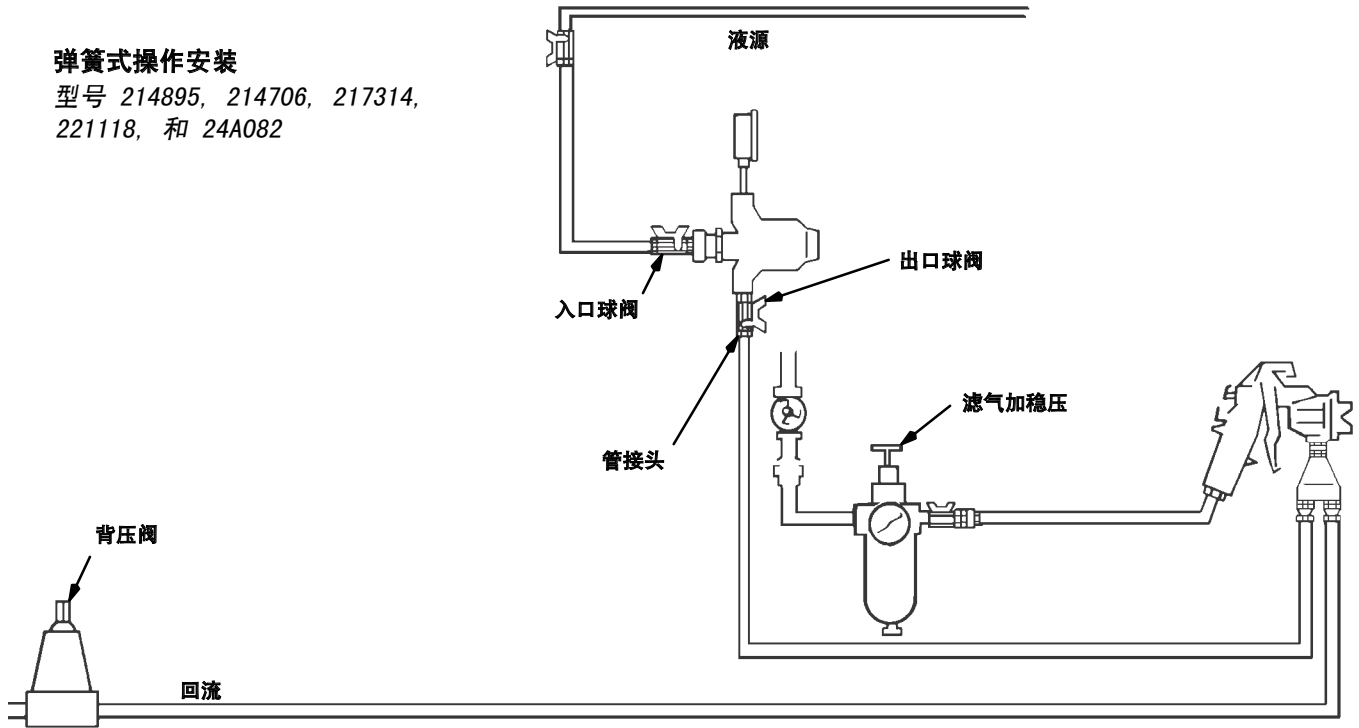
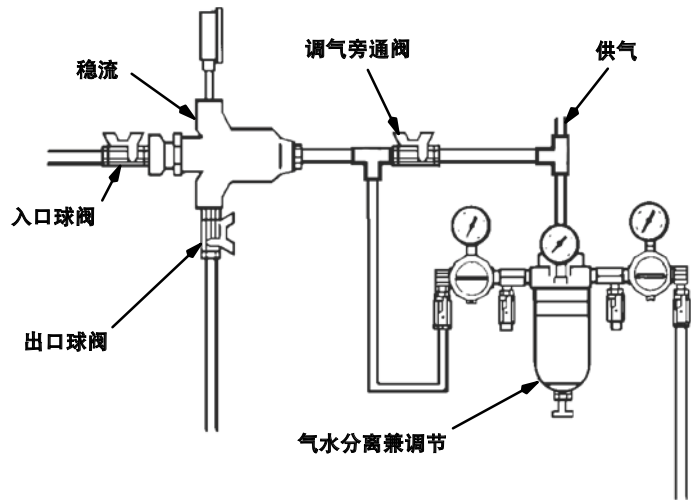
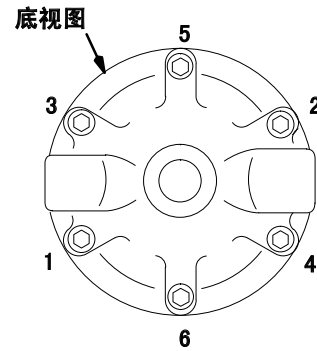

图 1
图 2
图 4
1. 拆下临时管道，为每把喷枪安装一个调节器。有关调节器的规格资料，请参见**尺寸图**（第 21 页）。将调节器安装在垂直位置（如图 1 和图 2 所示），以实现最佳流量，产生最少颜料沉淀。若使用仪表，则必须垂直安装调节器。如果调节器采用水平安装，则必须使用弯头使仪表呈垂直放置。
2. 关闭流体调节器的入口球形阀。参见图 1 和图 2。
2. 启动泵并打开流体调节器的入口球形阀，让流体流入调节器。参见图 1。
1. 启动泵并打开流体调节器的入口球形阀，让流体流入调节器。参见图 2。
2. 关闭调节器空气入口处的球形阀。参见图 2。
5. 从调节器主体上拆下旋转联管节 (23) 和弹簧 (40)。
6. 拆下球形阀 (20)、阀座 (16) 和垫圈 (15)。参见图 4。
7. 拆下 6 颗螺钉 (1) 及外壳 (6)。
8. 用虎钳夹住隔膜总成，将钳口放在阀杆外壳 (18) 上。从阀杆外壳 (18) 上拆下固定螺钉 (10)、止动螺母 (13) 和垫圈 (17)。
9. 拆下隔膜 (22) 和垫圈 (26)。
10. 从阀杆外壳 (18) 上拆下弹簧 (3)、阀杆 (9) 和垫圈 (21)。
12. 用虎钳夹住阀杆外壳 (18)。一次一个，在阀杆外壳 (18) 上装上垫圈 (26)、隔膜 (22) - 白色聚四氟乙烯 (PTFE) 这一面朝下放置在底部外壳上，以及垫圈 (17)。用止动螺母 (13) 进行固定。用 21-35 英尺-磅 (28-47 牛·米) 的扭力将止动螺母固定在阀杆外壳上。
13. 在阀杆外壳 (18) 中装上阀杆 (9)、弹簧 (3)、垫圈 (21) 和固定螺钉 (10)。确保阀杆 (9) 的调整片与螺钉 (10) 上的插槽相匹配。
15. 装上外壳 (6) 中的组装零部件。
16. 在 214980 机型上，将空气管路接头 (29) 拧紧固定至顶盖 (7) 上。用 20-25 英尺-磅 (27-34 牛·米) 的扭力拧紧。
17. 装上顶盖 (7)。用注释中所指定的扭力，按图 4 (底视图) 所示顺序拧紧这 6 颗螺钉 (1)。
18. 在外壳 (6) 中装上垫圈 (15)、阀座 (16) 和球形阀 (20)。
19. 用螺钉将旋转联管节 (23) (已连接 O 形圈 (4)，并正确安装弹簧 (40)) 固定在入口处。用 23-27 英尺-磅 (31-36 牛·米) 的扭力拧紧。